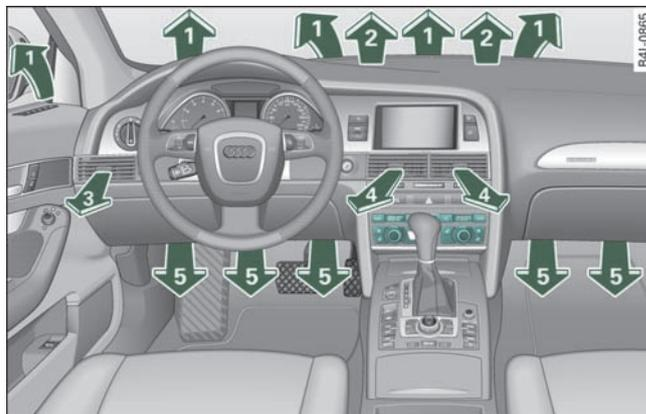

图 101 仪表盘：出风口的排列位置
鼓风机电机在关闭点火开关后通过太阳能天窗上的太阳能电池驱动。请注意将出风口 **③** 和 **④** 都打开，以取得最佳的通风效果 => 第95页，图 101。